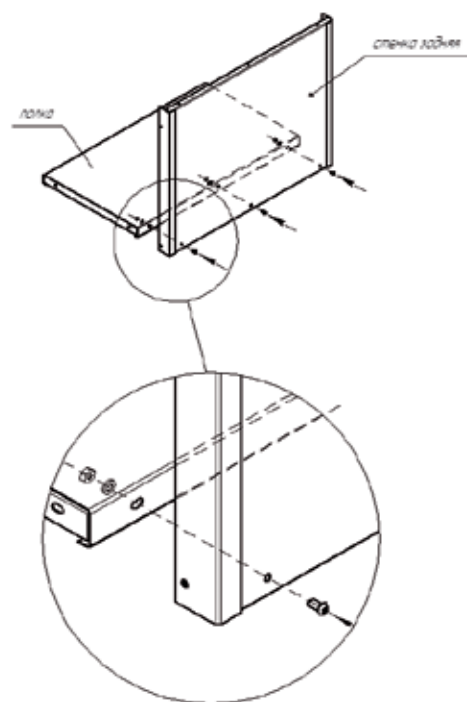

Рис. 3
1.Стенку заднюю 5 соединить с полкой 4 (винт 10, гайка 13, шайба 15) (Рис.3).